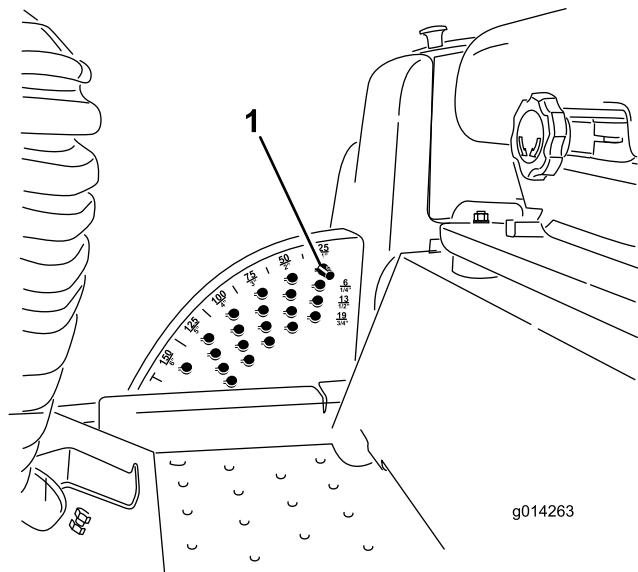

Figura 2
- 3. Anote o local do pino de altura de corte no suporte da altura de corte para quando voltar a instalar (Figura 2). Retire o pino de altura de corte do suporte da altura de corte.